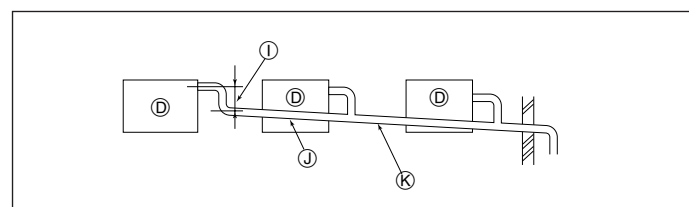

Fig. 5-3
5.3. Grouped piping (Fig. 5-3)